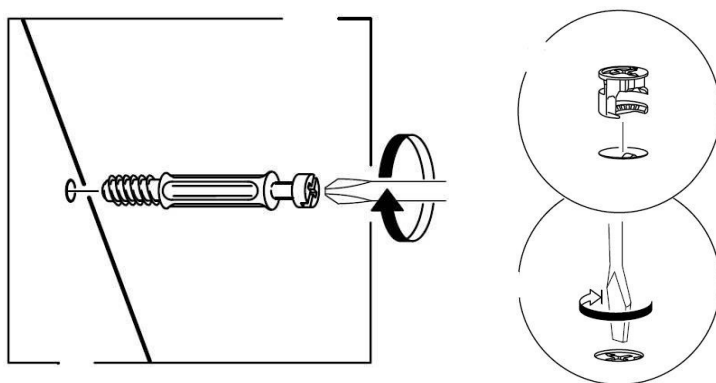

Рис. 1
1. В боковые стенки (110), (111), горизонтальные щиты (114), заднюю стенку (113) в имеющиеся отверстия установить эксцентрики Rastex 15\16, таким образом, чтобы стрелка была повернута в сторону отверстия в торце.
2. В установленные муфты эксцентриковых стяжек на боковых стенках (110), (111), крышке (112) ввернуть дюбели DU644, в соседние отверстия установить шканты (рис. 1 и схема сборки).